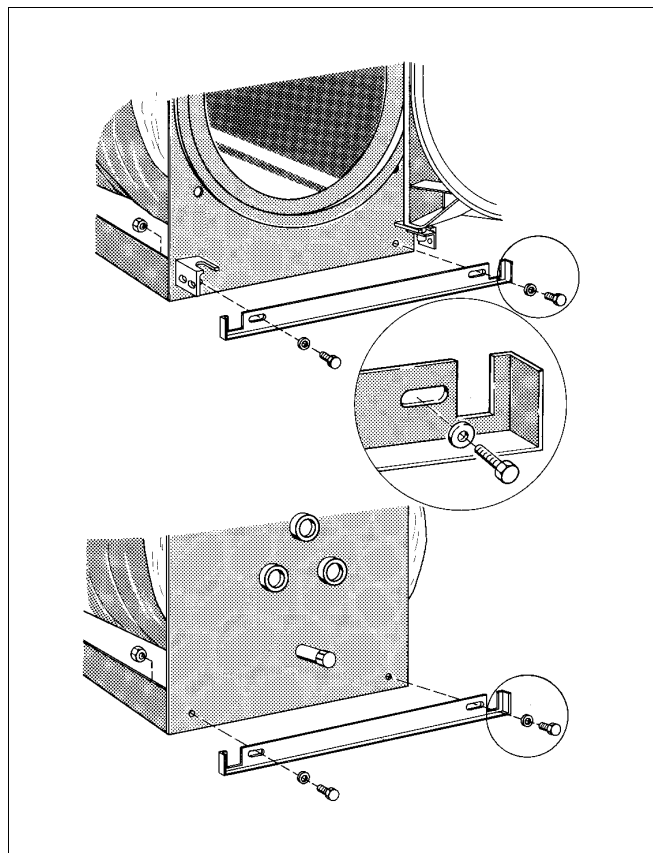

Abb. 9 Montage Verkleidung
- Traversen unten, vorne und hinten mit je 2 Sechskantschrauben, Scheiben und Muttern an Kesselvorderwand anschrauben (Abb. 9).